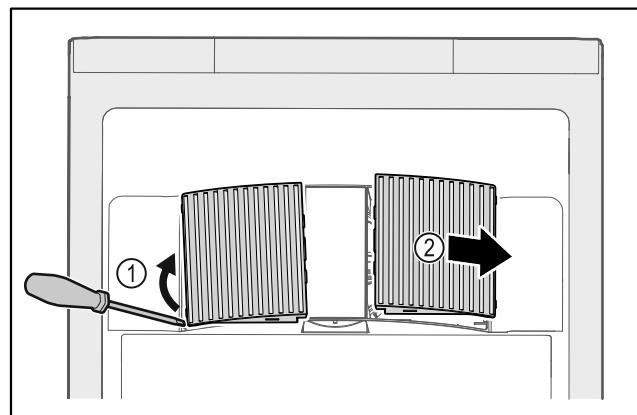

Fig. 145
- ▶ Осторожно подденьте крышки вентилятора сбоку Fig. 145 (1) и снимите их движением вперед Fig. 145 (2).